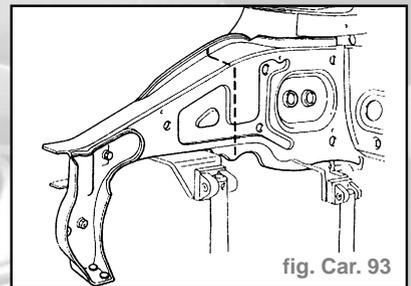

fig. Car. 93
- Découper et enlever la partie à remplacer du véhicule (fig. Car. 93).